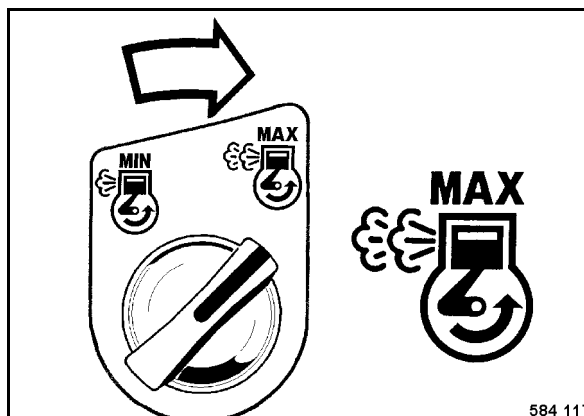

Fig. 47
- Colocar el interruptor giratorio (Fig. 47) en „MAX" (pleno gas).